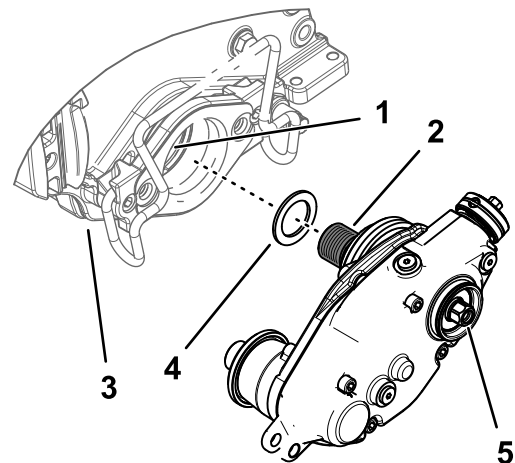

**Figure 12**
**Remarque:** Lorsque vous serrez l'adaptateur de cylindre et l'arbre du boîtier d'entraînement, immobilisez l'arbre en plaçant une clé sur les méplats sur le côté intérieur du boîtier d'entraînement du groomer (Figure 12).